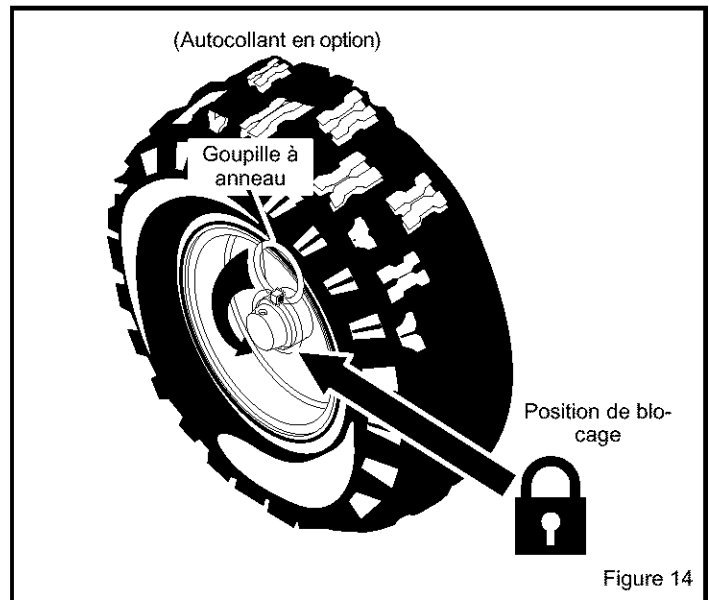

Figure 14
1. La roue gauche est fixée à l'essieu par une goupille à anneau. Ce chasse-neige a été expédié avec la goupille en position de blocage (Figure 14).